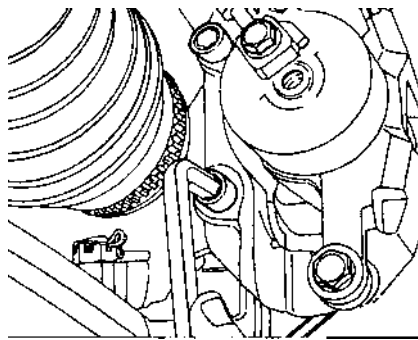

Рис. 7.32.
- выкрутить болты крепления направляющей колодок к поворотному кулаку подвески (рис. 7.32), снять суппорт.